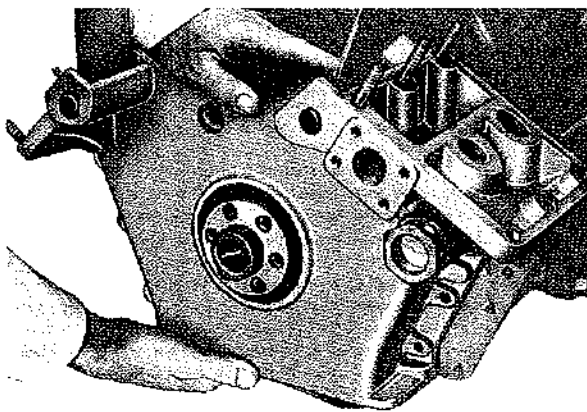

Fig. 11
- Togliere la valvola di regolazione pressione olio e smontare il coperchio (Fig. 11).